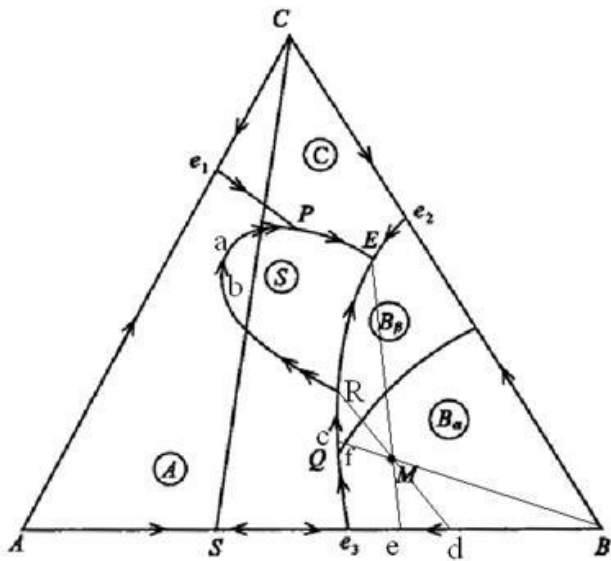

图 6-19
6-31 根据图 6-19 回答下列问题: (1) 用箭头标出各界线的温度下降方向并说明界线性质; (2) 指出各无变量点 E 、 P 、 R 、 Q 的性质, 并写出其相平衡关系; (3) 写出熔体 M 的结晶过程, 说明液相离开 R 点的原因; (4) 画出 AB 、 BC 二元系统相图。